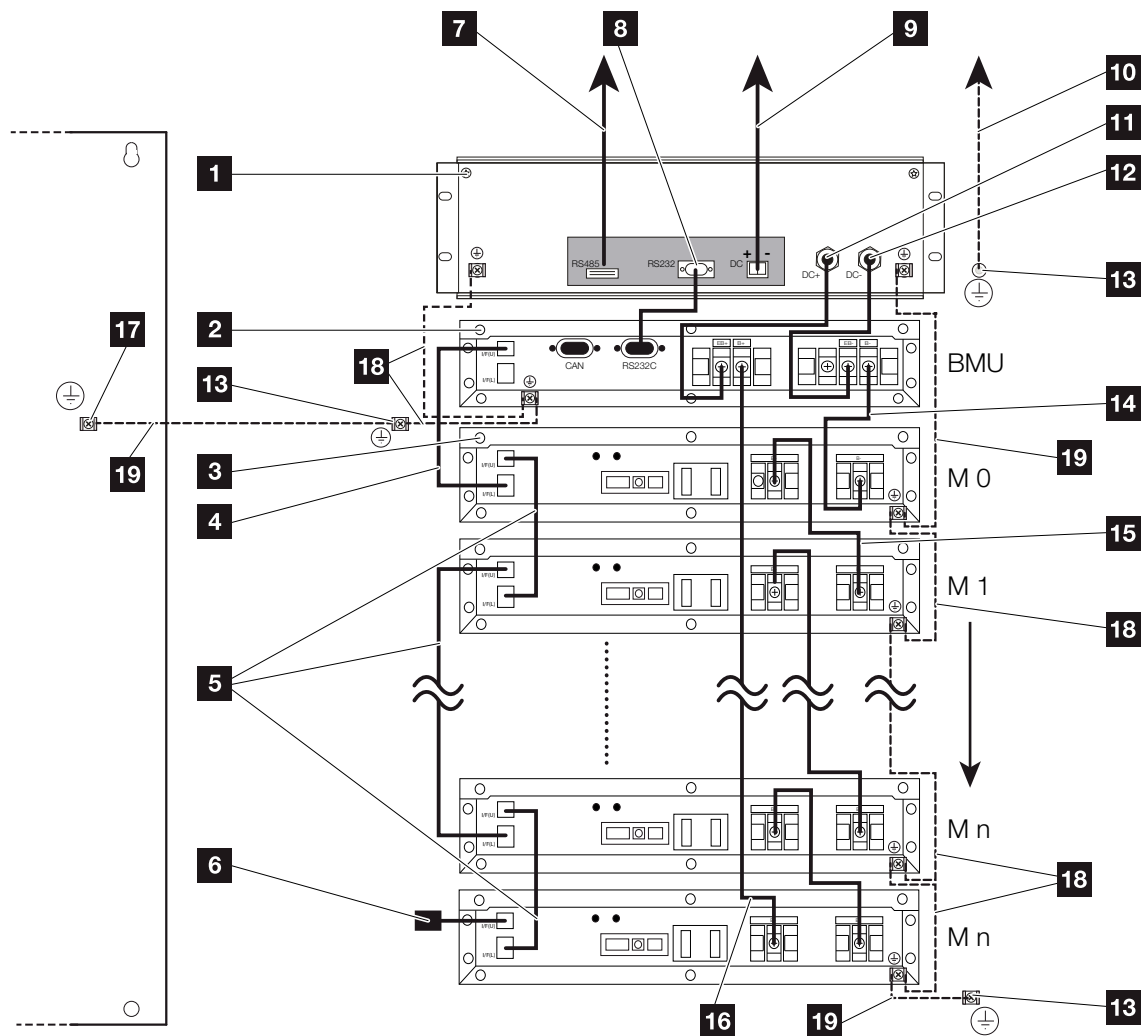

Abb. 22: Interne Verkabelung PIKO Battery Li
1. Stecken Sie das 8-Pin-Ende eines Datenkabels an den I/F(U) Anschluss des Controllers und das 12-Pin-Ende an den I/F(L) Anschluss des obersten Stromspeichermoduls. **Abb. 22**